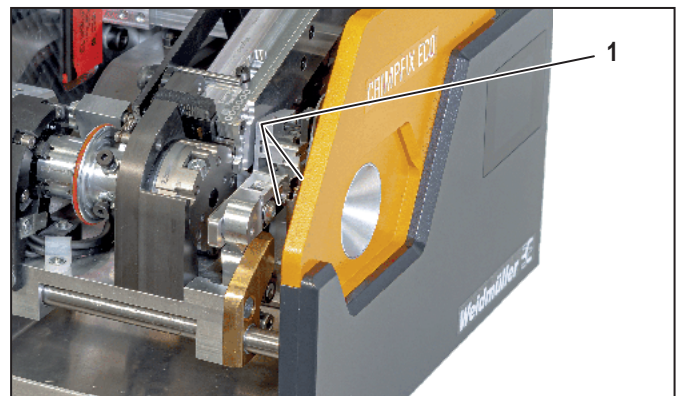

Figura 7.3 Unità di spellatura.
- Pulire il coltello spellafili con un pennello e un panno morbido, vedi Figura 7.3, 1.